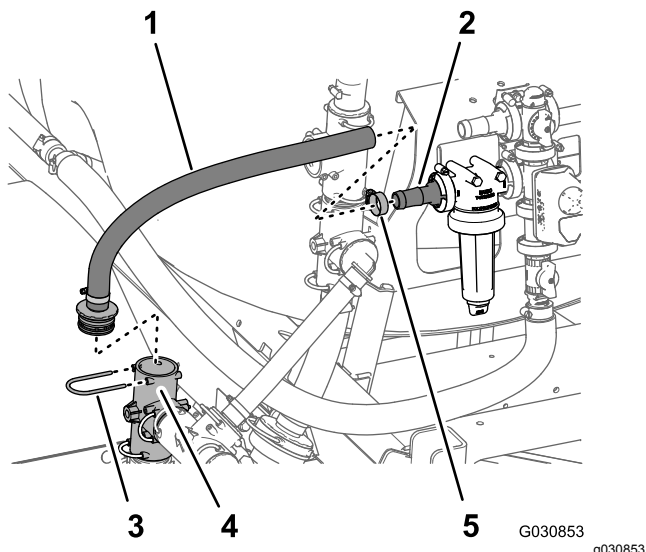

Figure 104
1. Emboîtez le raccord droit cannelé au bout du flexible d'alimentation (1" x 23-1/8") dans le raccord en T situé dans l'orifice de sortie de la pompe de pulvérisation (Figure 104) et fixez-le avec l'étrier que vous avez retiré à l'opération 3 de Dépose de la vanne d'agitation, du clapet à bille et des flexibles (page 34).
2. Branchez le flexible d'alimentation (1" x 23-1/8") muni du raccord droit cannelé au raccord droit cannelé de la tête de filtre (Figure 104).